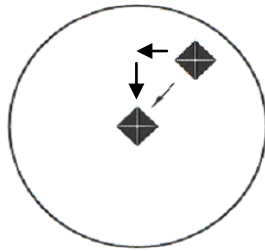

Abbildung 6-16 Eindruck ist irgendwo
5. Der Eindruck ist irgendwo, aber nicht in der Mitte. Siehe Abbildung 6-16.